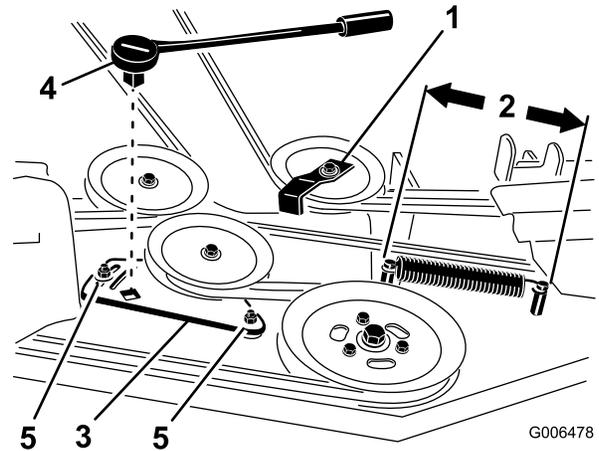

Figura 74
4. Para cortacéspedes de 183 cm (72"), afloje los pernos que sujetan la chapa de la polea tensora (Figura 74).
6. Retire la guía de la correa de la polea tensora tensada con muelle según se muestra en Figura 72 y Figura 74.
9. Instale la guía de la correa en la polea tensora tensada con muelle con un ángulo de 45 grados, como se muestra en Figura 72 y Figura 74. Apriete el perno a 37–45 N·m (27–33 pies-libra).
10. Instale el muelle tensor en los dos postes (Figura 72 y Figura 74).
4. Mida la longitud del muelle (Figura 74). Si la longitud del muelle es de 25.4 a 26 cm (10" a 10¼") entre los postes, no se necesita ningún ajuste.
5. Afloje los pernos que sujetan la chapa de la polea tensora (Figura 74).
6. Introduzca una llave de carraca en el taladro cuadrado de la chapa de la polea tensora del cortacésped para ajustar la tensión (Figura 74).
7. Gire la llave de carraca para desplazar la chapa de la polea tensora hasta obtener una distancia de 25.4 a 26.0 cm (10" a 10¼") entre los postes, según se muestra en Figura 74.
8. Manteniendo la tensión de la correa y la longitud del muelle, apriete los pernos que fijan la chapa de la polea tensora (Figura 74).